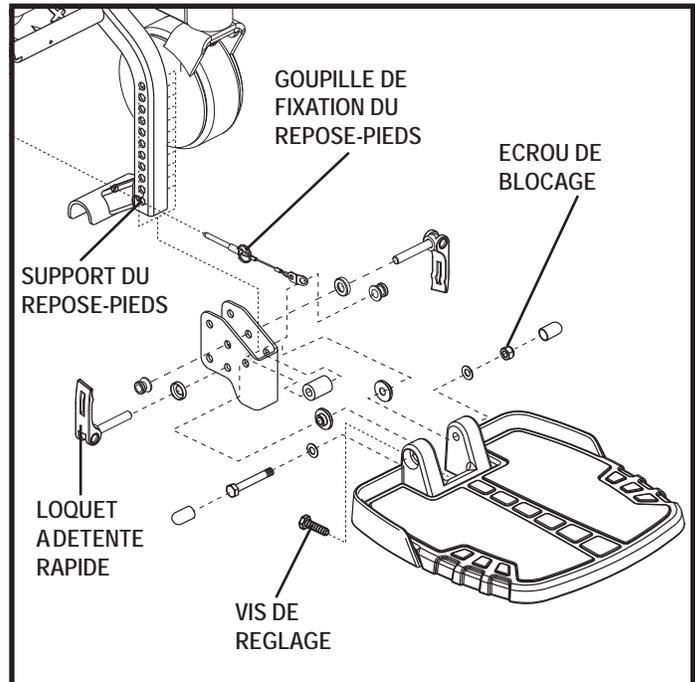
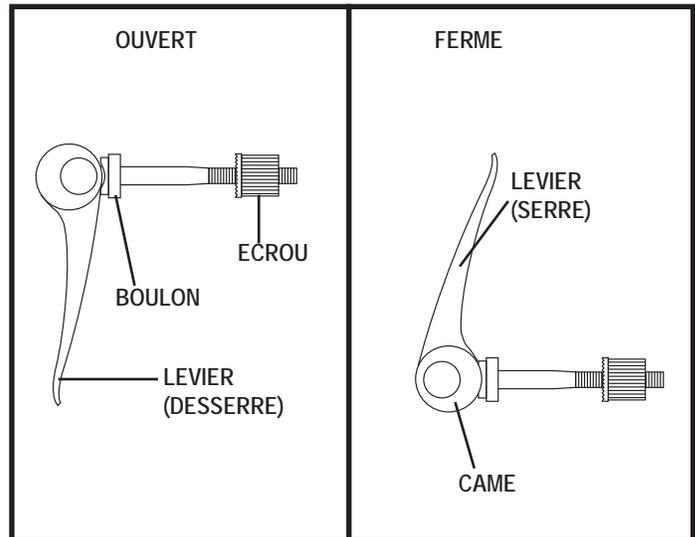

Figure 16. Ajustement du repose-pied
Figure 17. Opération du loquet à détente rapide
1. Détendez et retirez les loquets à détente rapide du support du repose-pieds. **Voir la figure 16.**
Loquets à détente rapide: Le repose-pieds est fixé à la base motorisée à l'aide de deux loquets à détente rapide. **Voir la figure 16.** Chaque loquet est composé d'un levier à came, d'un boulon et d'un écrou. **Voir la figure 17.** La came à l'extrémité du levier lui permet de s'ouvrir ou de se refermer en place. Quand au loquet, il peut se desserrer ou se resserrer. Lorsque le levier est ouvert le loquet est desserré. Tandis que lorsqu'il est fermé, il est serré.